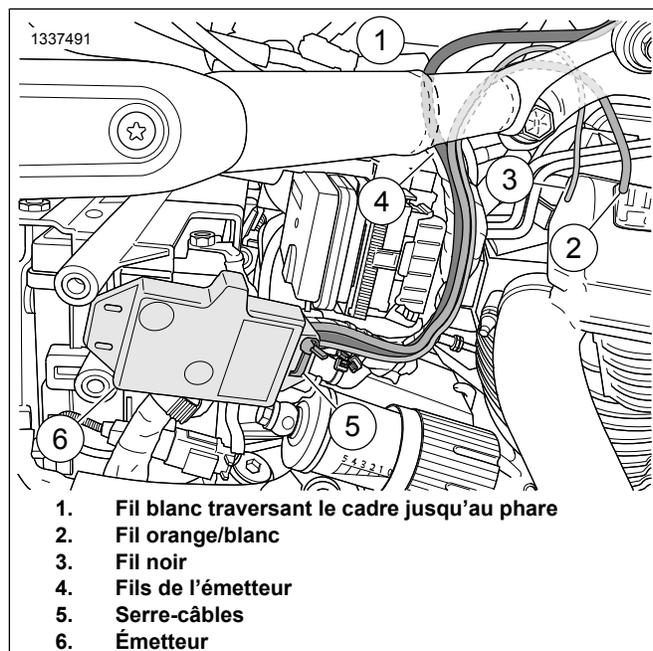

Figure 9. Montage de l'émetteur et acheminement des fils (modèles Softail 2018 et ultérieurs)
| Modèles Softail (2018 et ultérieurs) | Faisceau de fils principal sous le couvercle latéral droit avec serre-câbles. (Voir la figure 9.) | Suivre le faisceau principal jusque sous l'avant de la selle. |
2. Voir la figure 9. **Sur l'émetteur** : couper le fil orange/blanc (2) à la même longueur que le fil noir (3). Enlever le morceau de fil orange/blanc coupé de la gaine.
- a. Placer l'émetteur (6) devant le faisceau de fils principal, en le montant quasiment à l'horizontale. Les fils qui sortent du boîtier doivent être placés en haut et acheminés vers l'intérieur, en direction des composants du véhicule.
- b. Installer les serre-câbles (5) dans la fente avant du boîtier de l'émetteur.
- d. Serrer le serre-câbles (5).
4. Mettre les fils de l'émetteur (4) derrière les fils du faisceau principal. Suivre les fils du faisceau principal autour de module ABS/HCU et sous l'avant de la selle.